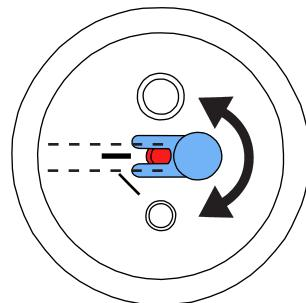

图 14
- 定量喷嘴必须用 25-70  $\mu\text{m}$  砂罐来调整（图 14）！